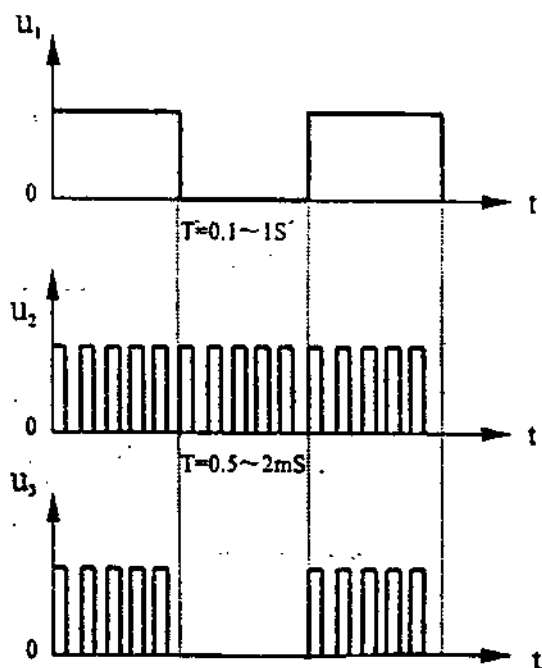

图2.1.12 间歇式方波产生示意图
(1) 要求
- c. 若将纸片插入槽形光电耦合器的槽内, 挡住射向光敏元件的光线, 则报警器立即发出间歇式声响, 即输出给压电陶瓷蜂鸣片的电压波形如图2.1.12中 u_3 波形所示。
(2) 框图
- c. 若 $30 \leq \beta \leq 60$ ，则蜂鸣片发出间歇式的“嘀—嘀”声，即驱动蜂鸣片发声的电压波形如图2.1.12中 u_3 波形所示；
其中 u_1 , u_2 , u_3 波形如图2.1.12所示